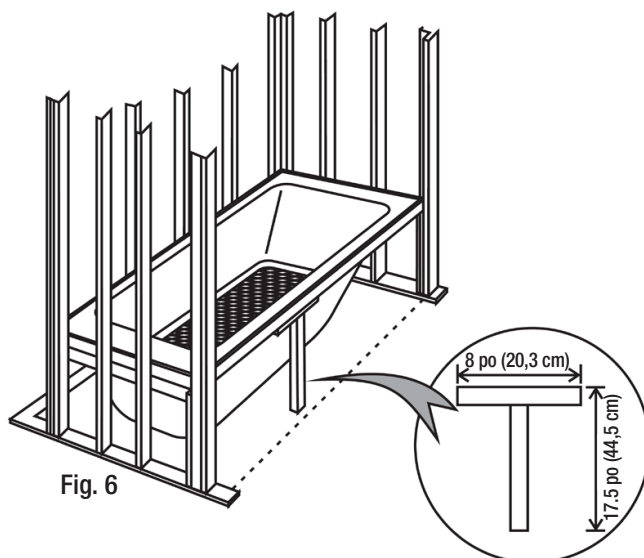

Fig. 6
10. Si vous utilisez la jupe en option, ignorez cette étape-ci, et suivez plutôt les directives d'installation de la jupe. Renforcez le rebord avant, au moyen d'éléments de bois de 2 po x 2 po x 8 po (5,08 x 5,08 cm x 20,32 cm) et de 2 po x 2 po x 16 po (5,08 x 5,08 x 40,5 cm) assemblés en T, comme selon la Fig. 6. Assurez-vous que le haut du T fait contact avec l'intérieur de la plate-forme de la baignoire. Tetez, et ajustez avec des cales si nécessaire.